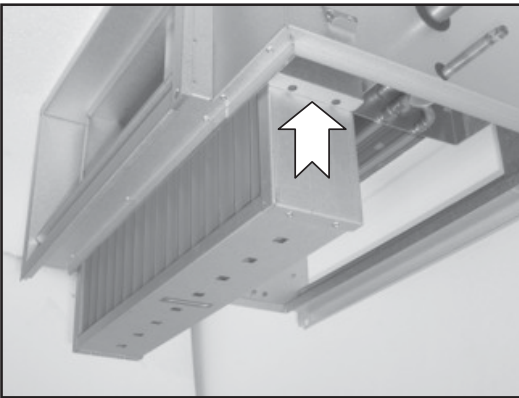

Рис. 6
- 5) установите каплеуловитель в держатель как показано на рис. 6 (дренажные отверстия на каплеуловителе должны быть направлены в поддон);